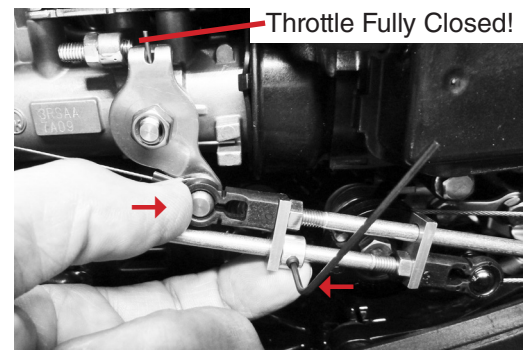

Fig 5
Step 7: See Fig. 5
Step 8: See Fig. 5